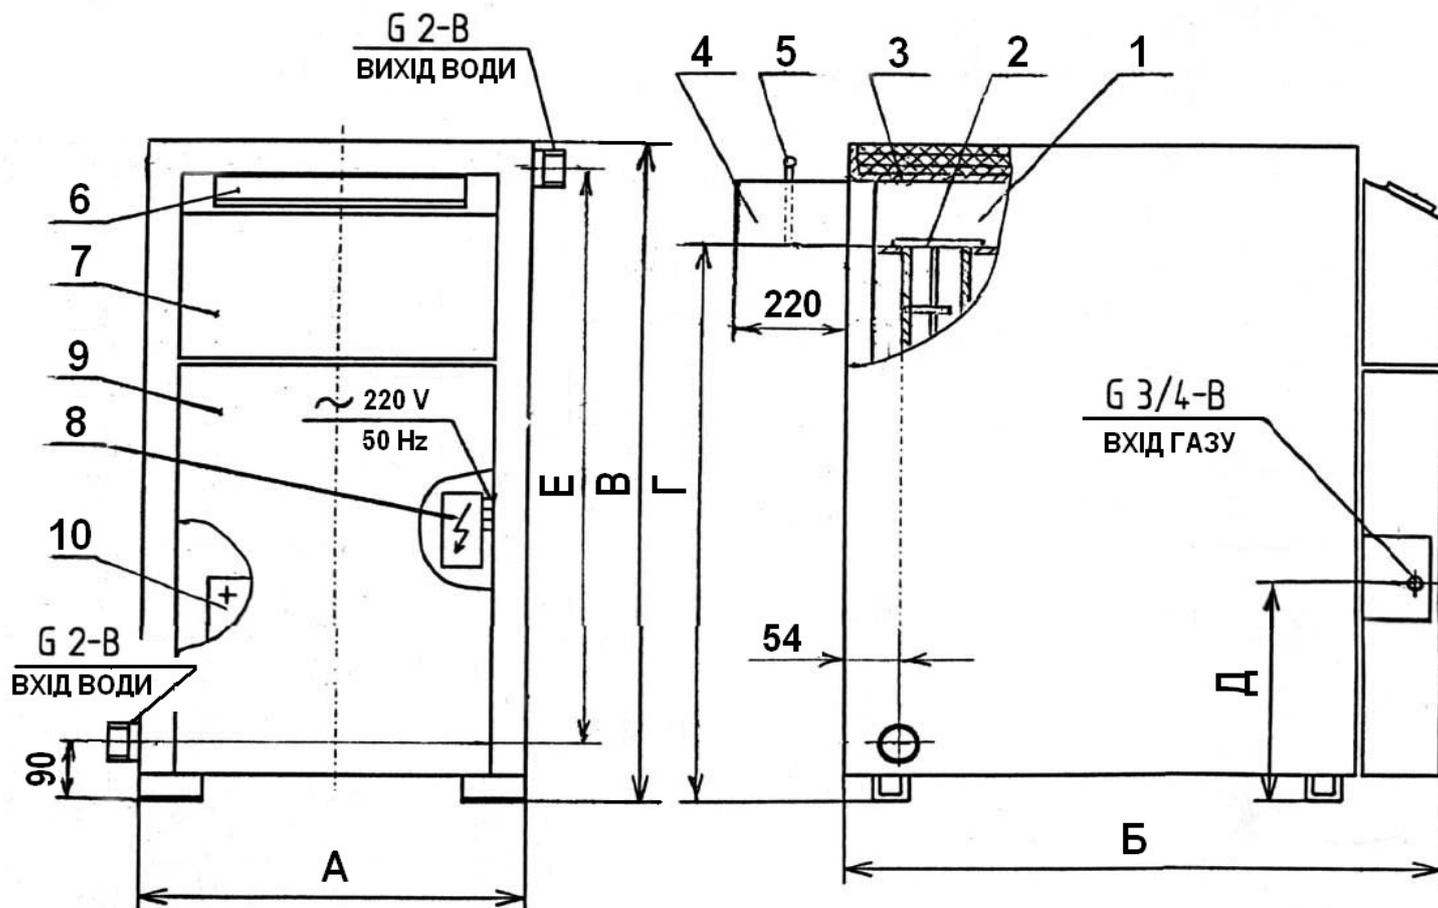

Рисунок 1. Апарати опалювальні
Зняти навісний кожух поз.9 рис.1.
6.2.19 Навісити кожух апарата поз.9 рис.1.
- навісити кожух апарата поз.9 рис.1.